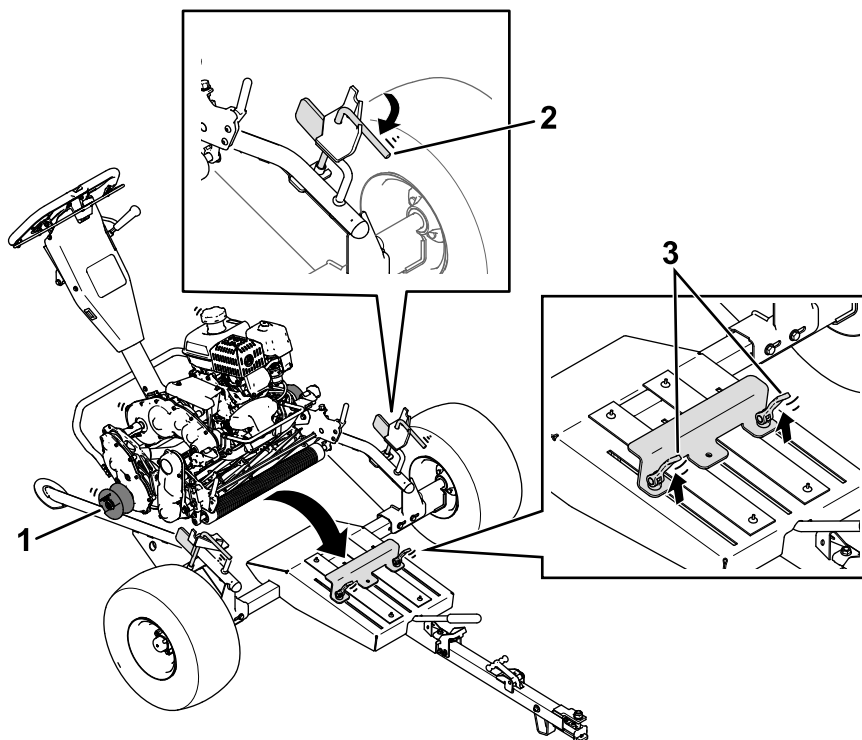

Figura 9
1. Aprite i perni di ritenuta su entrambi i lati del rimorchio (Figura 9).